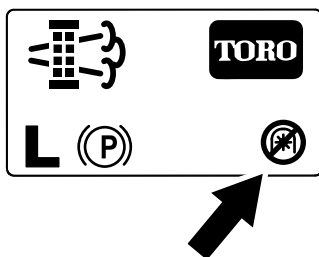

Рисунок 43
**Примечание:** На главном экране отобразится значок «BOM выключен» (Рисунок 43).
**Примечание:** На главном экране отобразится значок «BOM выключен»; см. Рисунок 43 в разделе Сообщения о стационарной регенерации \(страница 43\).